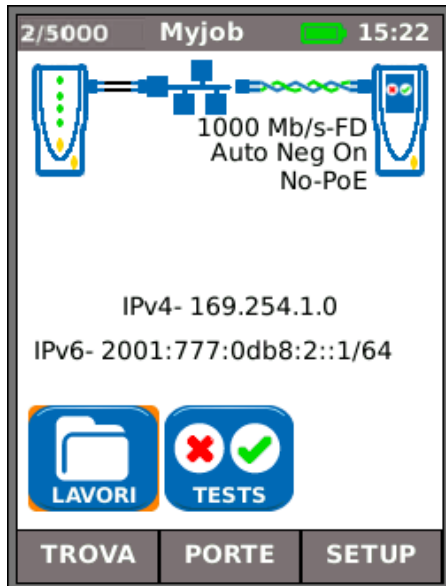

Fig. 10
(3) Quando sia l'unità prossimale che l'unità remota sono connesse a una rete attiva mediante cavi in rame o in fibra ottica, premere il softkey TROVA (F1) per visualizzare tutte le opzioni disponibili (Fig. 10). È possibile effettuare test IP e di prestazioni. Per una descrizione completa di queste opzioni, vedere - *Descrizione del Menu Tests - Modalità Ethernet, pagina 28*.